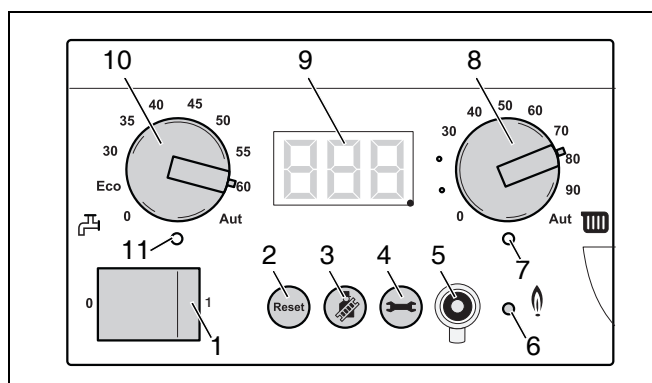
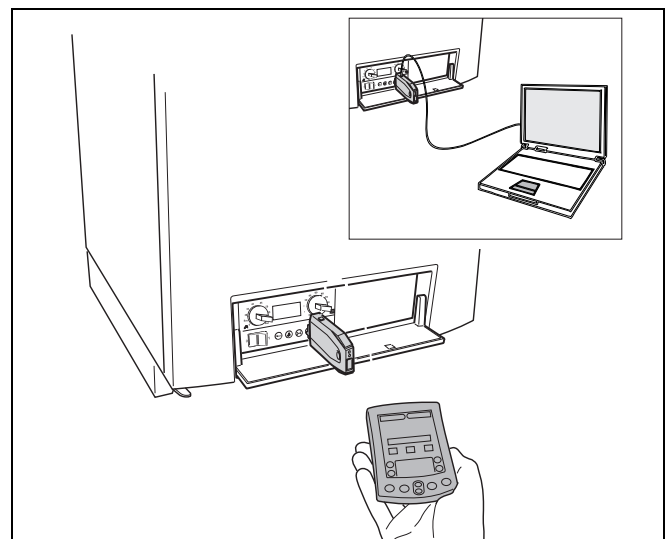

Fig. 49 Basiscontroller BC10
Fig. 50 Nefit Service Tool aangesloten op het cv-toestel
- Begrens de maximale cv-watertemperatuur met de draaiknop „Maximale cv-watertemperatuur“ (→ fig. 49, [8], pag. 38) tot de toegestane aanvoertemperatuur van het vloerverwarmingscircuit (bijv. 30 – 40 °C).
Met de service-toets (→ fig. 49, [4], pag. 38) kan de aanvoertemperatuur, installatiedruk etc. op het display worden opgeroepen. Zie ook tabel 10, „Servicebedrijf“, pag. 42, tabel 18, „Displaywaarden“, pag. 76, tabel 19, „Displayinstellingen“, pag. 76 en tabel 20, „Displaycodes“, pag. 77.
Om het detecteren, analyseren en oplossen van een storing doeltreffender, sneller en makkelijker te maken, is het mogelijk om een Nefit Service Tool (→ fig. 50) op de Service Connector (→ fig. 49, [5], pag. 38) van het cv-toestel aan te sluiten.
- Verwijder het afdekdoopje (→ fig. 49, [5], pag. 38) op de BC10.